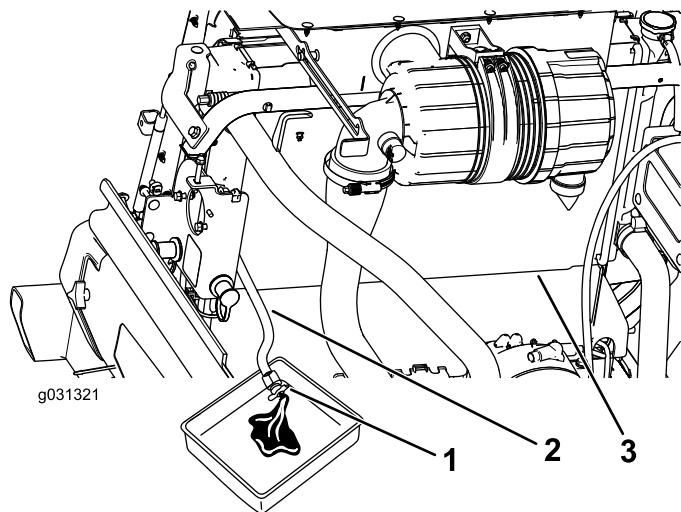

Рисунок 118
3. Поместив сливной шланг радиатора в сливной поддон, откройте сливной кран на шланге радиатора и слейте жидкость в сливной поддон (Рисунок 118).
4. Закройте кран на сливном шланге радиатора (Рисунок 118).